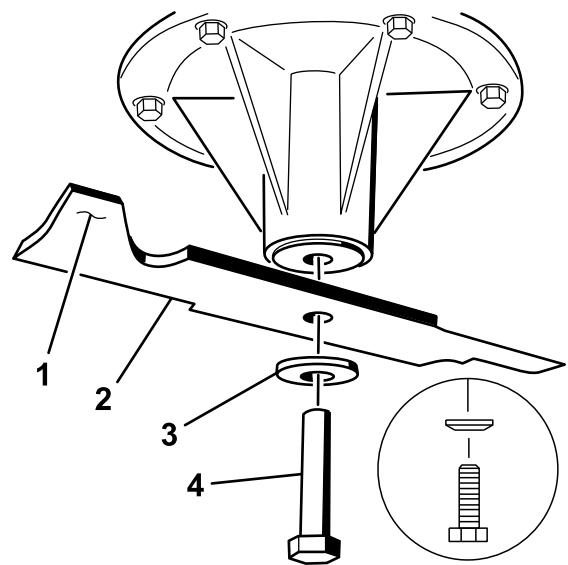

Figure 102
1. Placez la lame sur l'axe (Figure 102).
2. Installez la rondelle élastique et le boulon de la lame. Le cône de la rondelle élastique doit être dirigé vers la tête du boulon (Figure 102). Serrez le boulon de lame à un couple de 115 à 150 N·m.